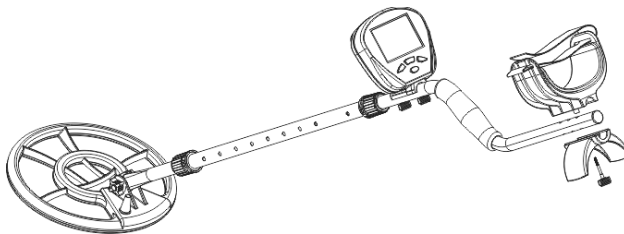

Figura 6
6. Ajustar la ubicación del brazo de apoyo. Aflojar el tornillo inferior del brazo de apoyo para que el inferior y el superior del brazo se afloje, y retirar el brazo para ajustarlo a una determinada posición y luego apretar el tornillo (ver figura 6).